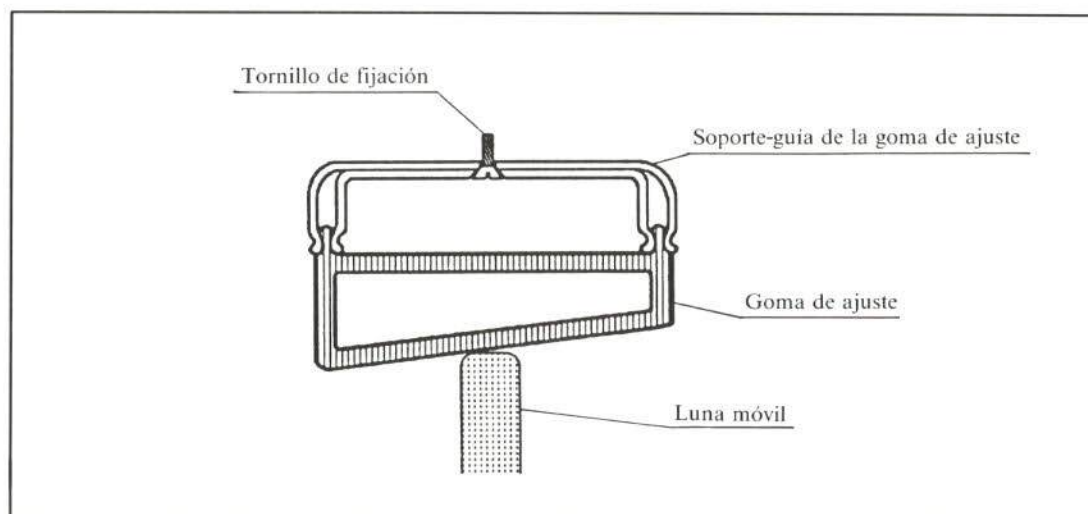

FIGURA 7.—Goma de ajuste de luna móvil de aleta.
Mediante corredera en su guía de la capota y sujeta por unos pivotes transversales (figura 7).
- Guía de la goma de ajuste. Fijada mediante cuatro tornillos (figura 7).